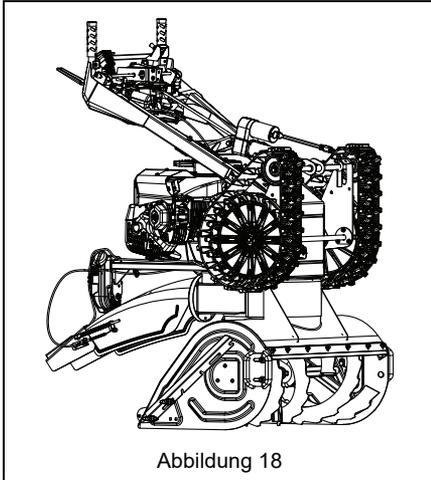

Abbildung 18
Siehe Abbildung 18.
1. Die Maschine in die Wartungsstellung bringen (siehe Abbildung 18).